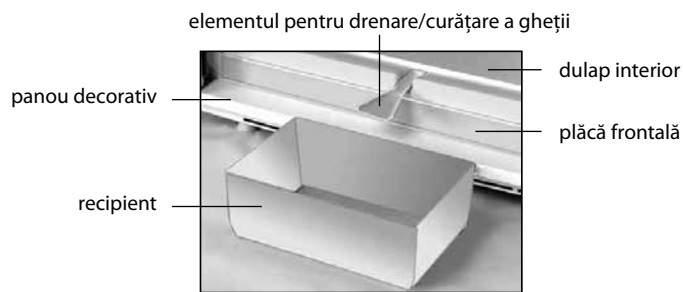

Figura 5 – Recoltarea apei provenite
– să îndepărtați apa rezultată în urma topirii, instalând în conformitate cu figura 5 elementul de masă plastică pentru drenare / pentru curățare a gheții și orice vas recipient cu volumul nu mai puțin de 2 l;
SE INTERZICE să decongeleți congelatorul fără utilizarea elementului pentru drenare instalat în conformitate cu figura 5. Apa rezultată în urma topirii care se scurge din cameră afară de elementul pentru drenare, pătrunzând în locul de alăturare a plăcii frontale la dulapul interior în conformitate cu figura 5, poate provoca coroziunea dulapului exterior al congelatorului și a elementelor agregatului frigorific, defectarea izolației termice, formarea crăpăturilor dulapului interior și defectarea dulapului congelatorului.